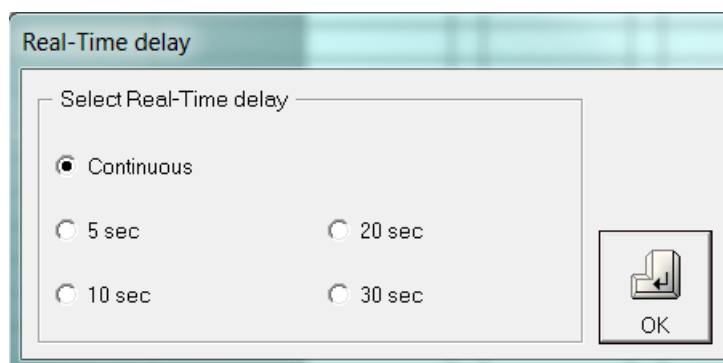
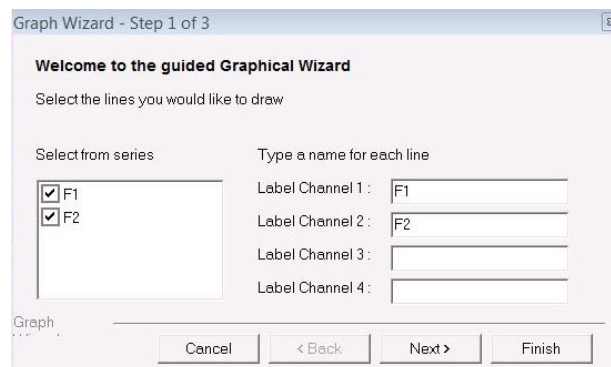

fig.29
fig.34
- Scelta l'opzione **Start w/o Graph** apparirà una finestra (fig.29), selezionare la frequenza di acquisizione desiderata e poi premere il tasto **OK** per iniziare l'acquisizione.
- Scelta l'opzione **Start With Graph** appariranno le finestre di dialogo (vedi fig. 34, 35, 36, 37) relative ai grafici e successivamente la finestra di dialogo (fig.29), selezionare la frequenza di acquisizione desiderata e poi premere il tasto **OK** per iniziare l'acquisizione.
Stadio 1 - Step 1 of 3 (fig.34)